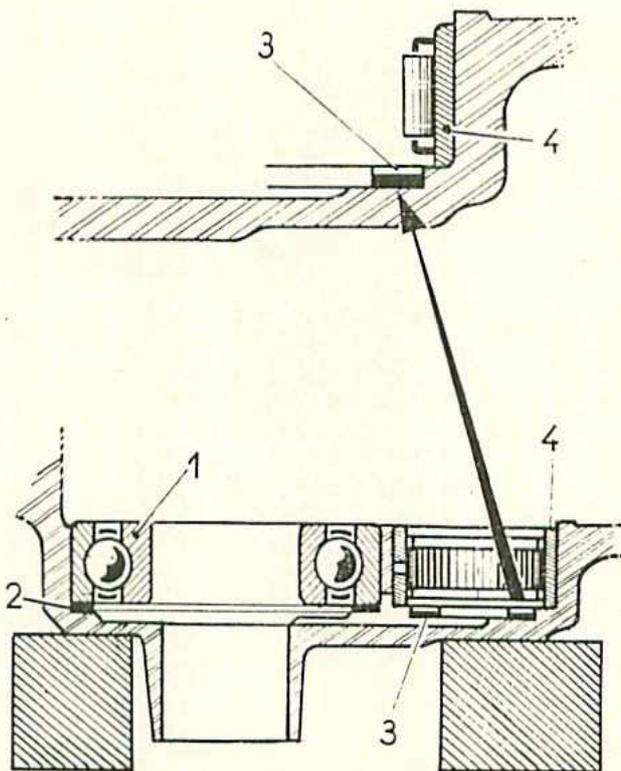

Fig. 39. — Montage du roulement dans le couvercle avant.
- Comparer l'épaisseur du roulement (1) (fig. 39), avec l'épaisseur de la bague de réglage DIB-A que l'on a utilisée pour le réglage du latéral de l'arbre pignon d'angle. Cette différence sera à ajouter ou à retrancher par